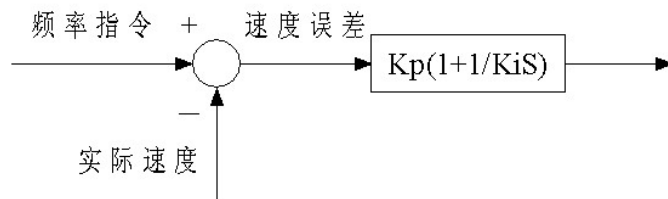

图6.2.6 速度调节器简化框图
1、速度调节器（ASR）的构成如图6.2.6所示。图中  $K_p$  为比例增益P， $K_i$  为积分时间I。积分时间设为0（P01.20=0，P01.22=0）时，则无积分作用，速度环为单纯的比例调节器。